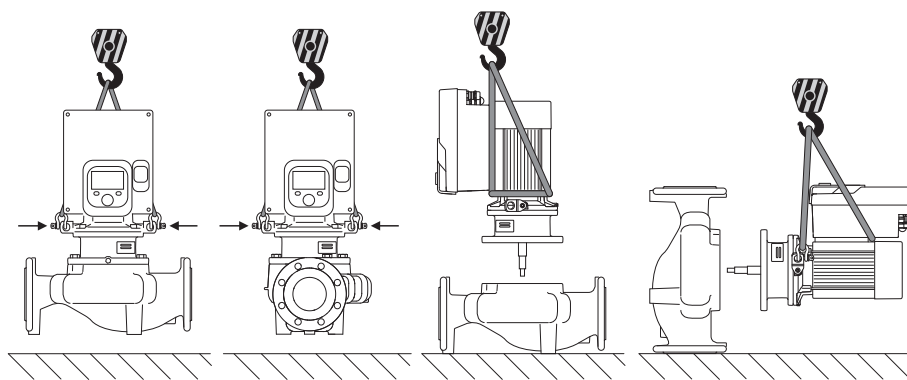

Fig. 6: Viengubo siurblio kėlimo kryptis
Transportuojant siurblių būtina naudoti leistinus kėlimo mechanizmus (pvz., skridinį, kraną ir pan.). Kėlimo mechanizmai turi būti tvirtinami prie ant variklio flanšo esančių transportavimo ašų. Kėlimo kilpas, jeigu reikia, pastumkite po adapterio plokštę (Fig. 6/7). Užtikrinkite, kad siurblys neapvirstų.
2. Įstatomąjį modulį (Fig. 4) saugumo sumetimais pritvirtinkite prie transportavimo ąsų, kad būtų galima jį pritvirtinti prie tinkamos kėlimo priemonės. Norėdami apsaugoti įrenginį nuo apvirtimo, užtvirtinkite dirželio kilpą aplink elektronikos modulio variklį ir adapterį, kaip parodyta Fig. 6. Pritvirtinimo metu nepamirškite elektronikos modulio.